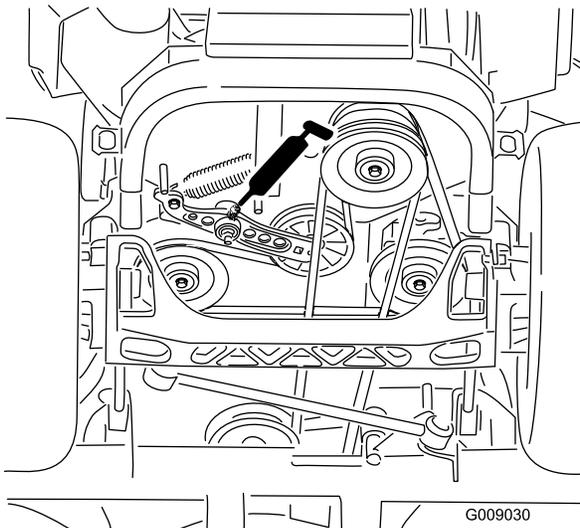

Figura 48
6. Lubrifique o braço intermédio da correia da tomada de força ( ) (Figura 48).